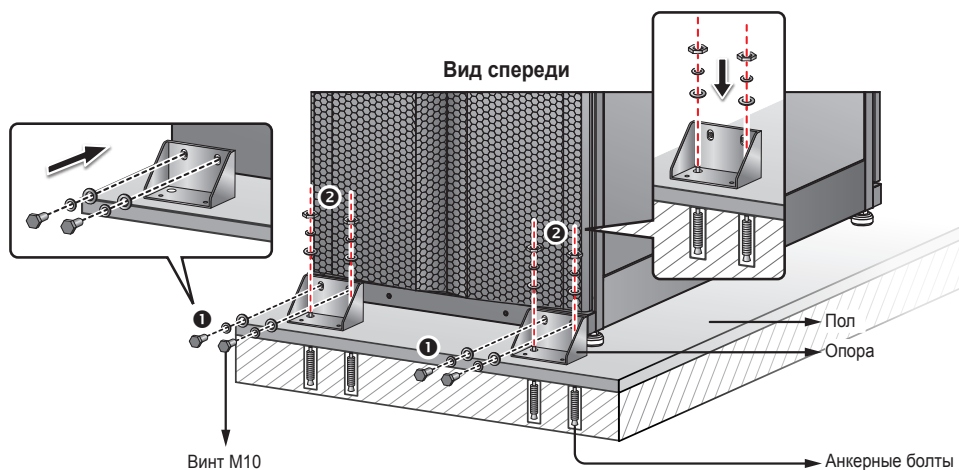

Рис. 5-2. Установка опор спереди
- 3 Торцевым ключом на 16 мм отверните 4 винта M10 ① и снимите с поддона две опоры, фиксировавшие ИБП при транспортировке. Прикрепите две опоры этими винтами к ИБП спереди и снимите с поддона две опоры, фиксировавшие ИБП при транспортировке. Прикрепите две опоры этими винтами к ИБП спереди. Для фиксации ИБП прикрепите опоры к полу анкерными болтами ② с гайками. Анкерные болты приобретаются отдельно. См. **Рис. 5-2**.